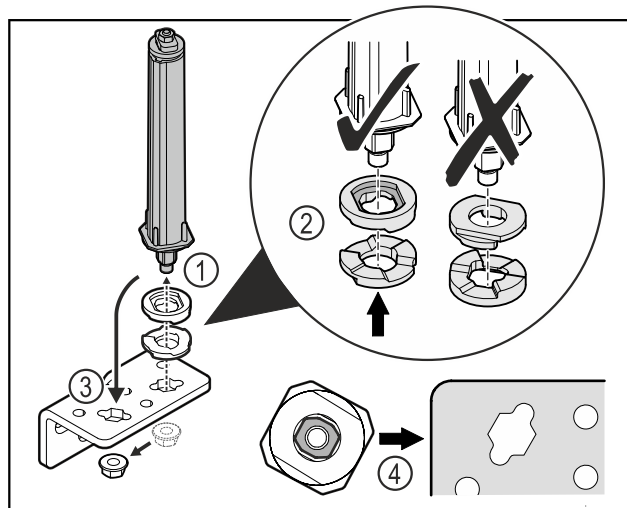

Fig. 34
- ▶ Løsn møtrikken, og fjern dørlukkesystemet Fig. 34 (1).
- ▶ Vær opmærksom på, at højdeindstillingsskiverne vender korrekt Fig. 34 (2).
- ▶ Flyt lukkesystemet i hængselvinklen, og fastgør med møtrikken Fig. 34 (3).
- ▶ Vær opmærksom på, at dørlukkesystemet vender korrekt, når det sættes i Fig. 34 (4).